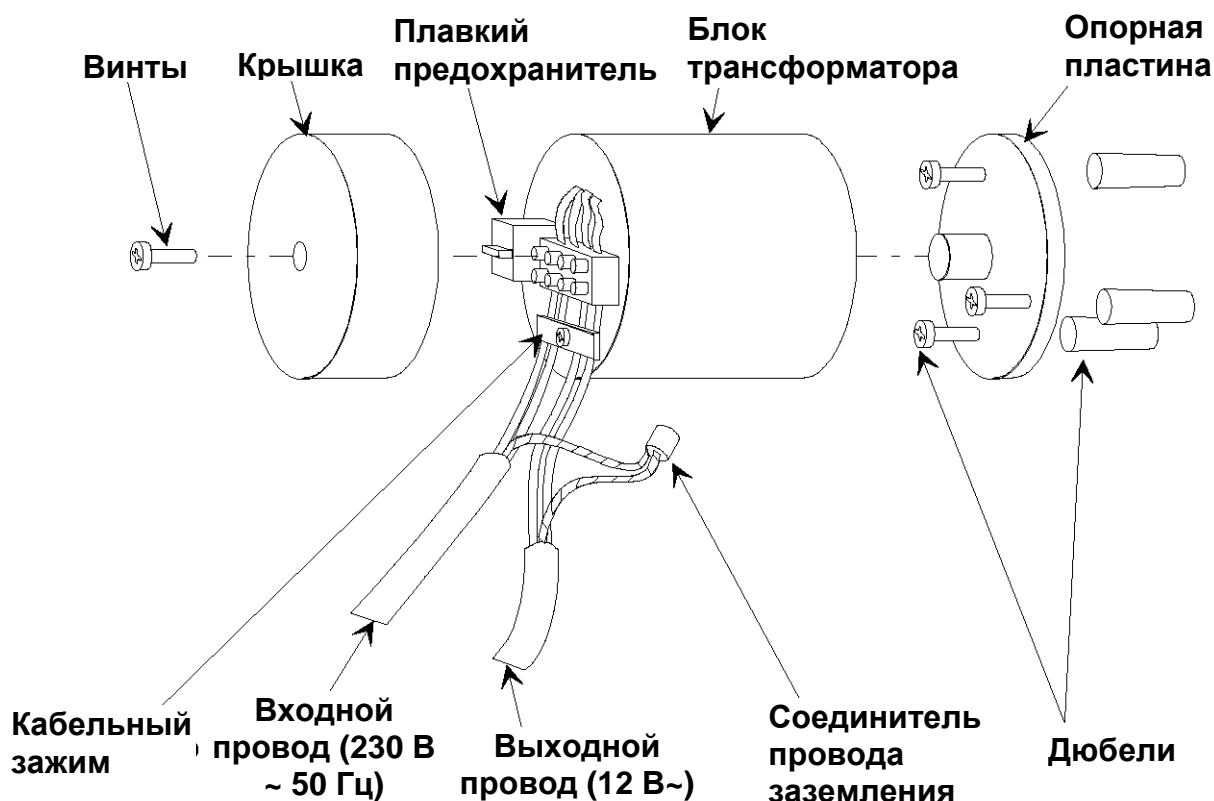

Рисунок 4. Трансформатор TRN-01
2. Прикрепите входной провод (230 В_{пер. тока}) к входному соединителю (рядом с плавким предохранителем), а выходной провод (12 В переменного тока) к другому соединителю (см. Рис. 4). Макс. допустимая площадь сечения как входного (230 В), так и выходного (12 В) провода составляет 2,5 мм².